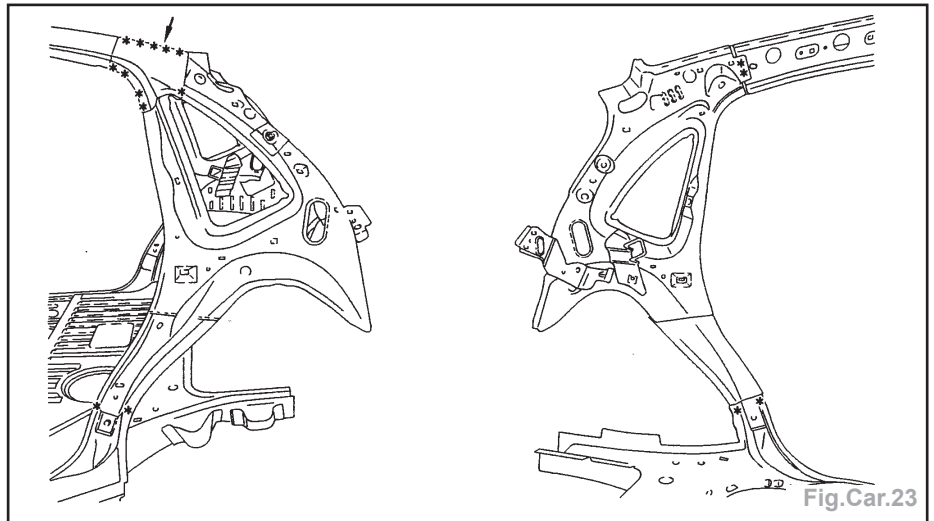

Fig.Car.23
- Dégraffer les points à l'aide d'une fraise de \varnothing 8 mm (Fig.Car.23).
- Souder par points électriques et cordon MAG (Fig.Car.23).